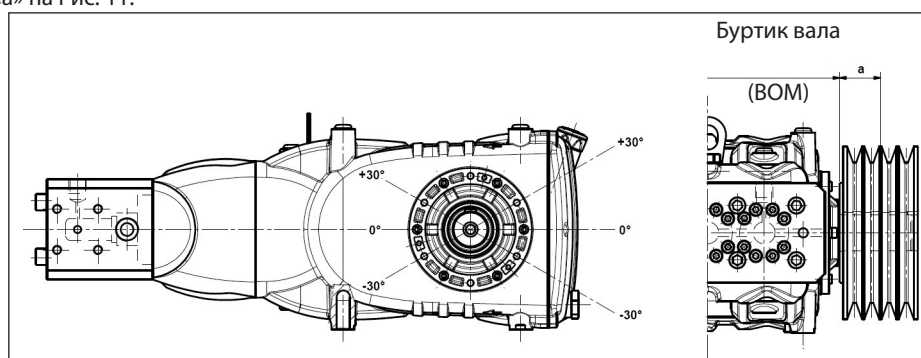

Рис. 11
Радиальная нагрузка на вал не должна превышать 7500 Н (значение, необходимое для определения плана компоновки). Передача считается соответствующей, если данная нагрузка прилагается на максимальном расстоянии $a=40$ мм от буртика вала (ВОМ), как указано на Рис. 11.
- б) Пользуйтесь ремнями с высоким КПД, например, **XPB** вместо **SPB**, поскольку в этом случае потребуется меньшее количество ремней при одинаковой передаваемой мощности, что в свою очередь сократит расстояние между результирующей силой и буртиком вала (BOM) «а» на Рис. 11.
- д) Натягивайте ремень в направлении, указанном на Рис. 11, в случае особых потребностей обратитесь в **технический отдел** или **службу технической поддержки**.